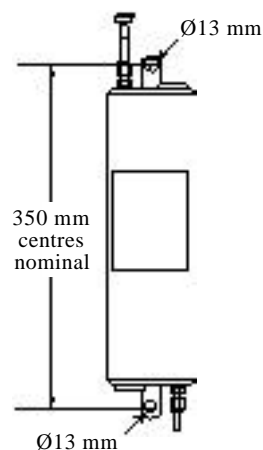

Fig. 3
- Provtagningskylaren måste monteras vertikalt tillsammans med förborrade topp- och botten väggfästen (se Fig. 3).